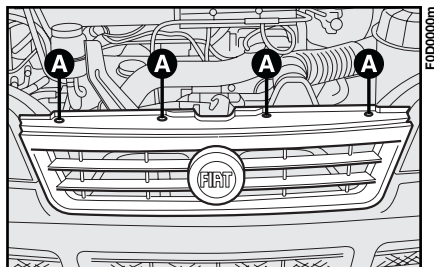

Abb. 9
1) Abnahme des vorderen Gitters nach Lösung der vier Schrauben **A**, Abb. 9;